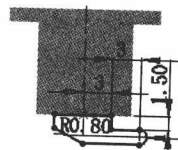

图 1.7 横断面草图
② 定义横断面草图。在草图环境中绘制图 1.7 所示的横断面草图。
③ 选择下拉菜单  **插入(I)** →  **退出草图** 命令，退出草图环境，此时系统自动生成薄片 1。